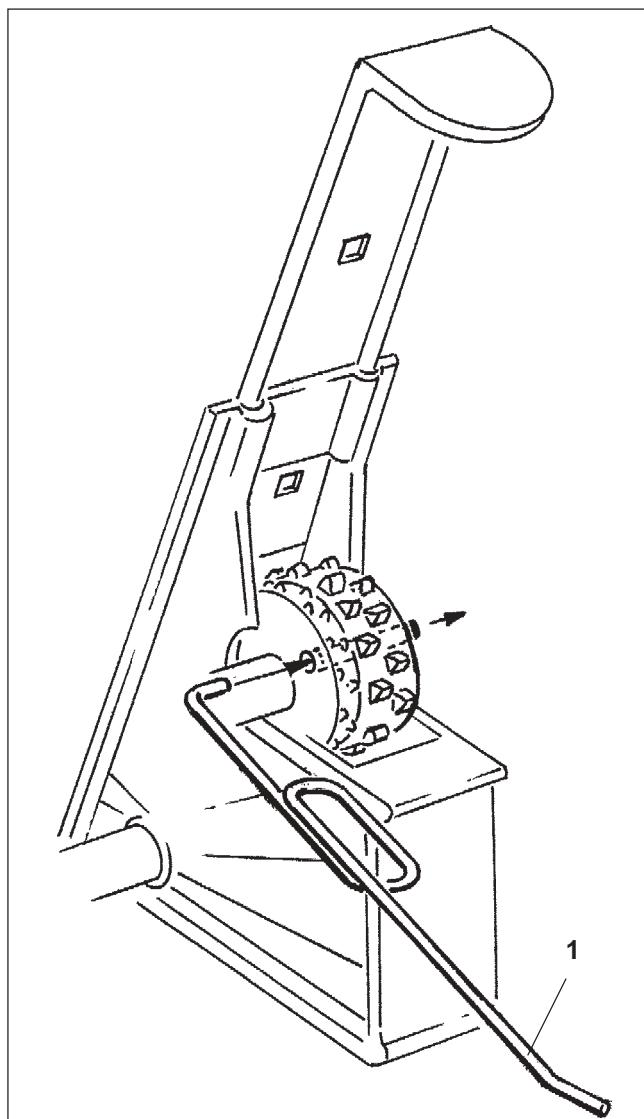

Рис. 7.3
- При помощи ключа (Рис. 7.3/1), входящего в комплект сеялки, воткните штифт, находящийся за отверстием до упора в стандартную высевающую катушку так, чтобы нормальная высевающая катушка свободно прокручивалась на валике высевающего аппарата.